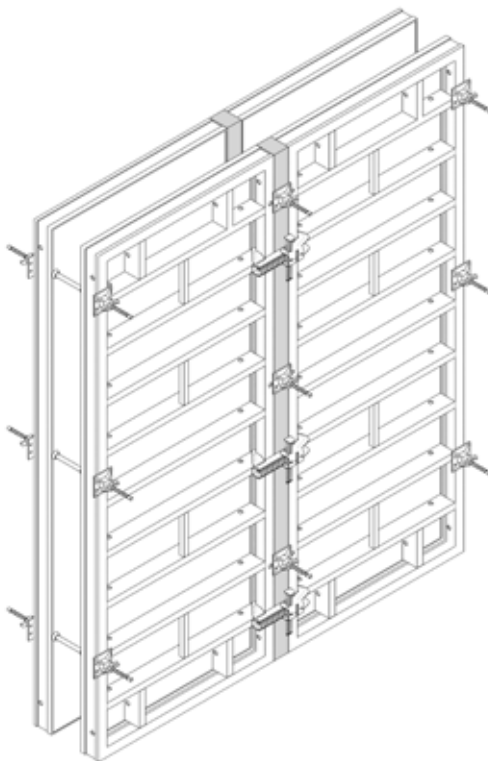

Рис. 42
Добор по длине выполняется с помощью бруса (50) (Рис. 42)
- расположить выпрямляющие замки типа BFD (20) как при обычном стыке элементов;